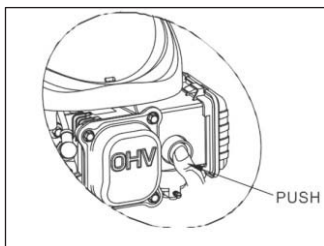

Fig. 2A
a) Drücken Sie den roten Primer 3-5 Mal. (Abb. 2A)